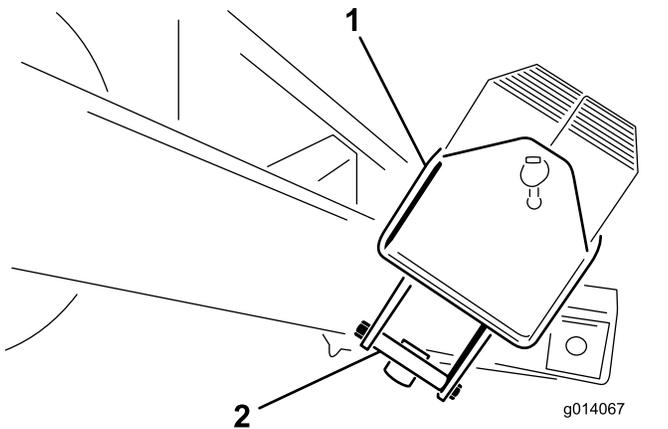

Figura 5
2. Retire los pernos ( $\frac{1}{2}$ " x  $5\frac{1}{2}$ "") del soporte de montaje que sujeta la caja de contrapesos. Deseche los soportes de montaje (Figura 5).